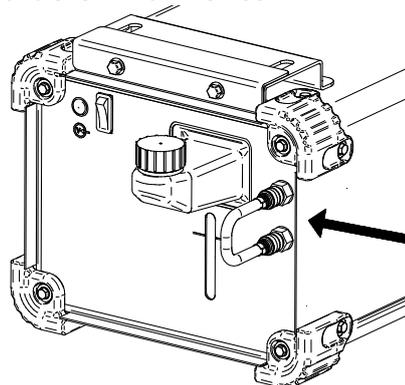

Figura 5.
- Enchufe las mangueras provistas de conectores de acople rápido (añadido al equipo) en los conectores de entrada y salida del enfriador (figura 5).